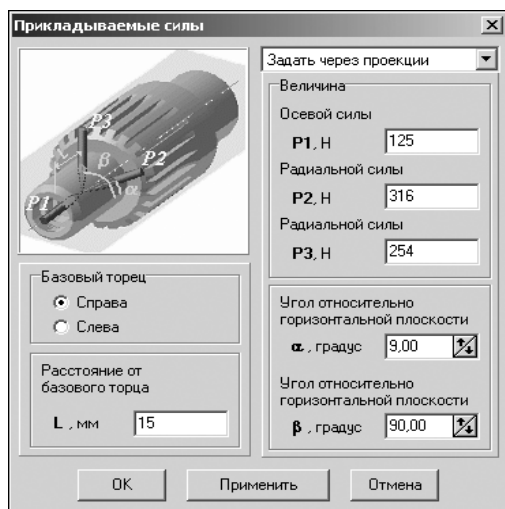
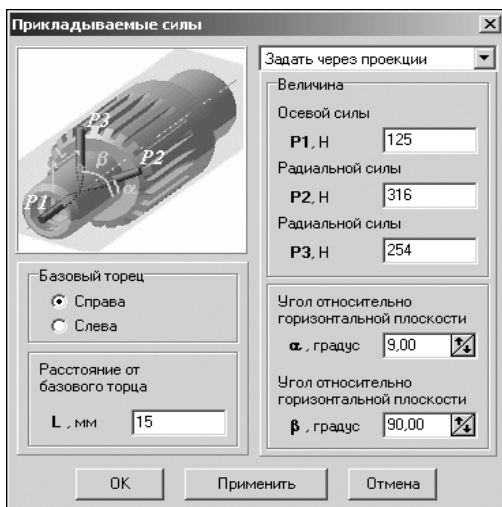

Рис. 6.1.
Рис. 6.2.
Чтобы приложить к активной ступени вала радиальные и (или) осевые нагрузки, щелкните левой клавишей мыши кнопку вызова меню сил и моментов (см. рис. 2.2 на с. 19). В развернутом меню выберите команду **Радиальные и осевые силы**. На экране появится окно **Прикладываемые силы** (рис. 6.1).
1. Чтобы задать нагрузку через проекции, нажмите кнопку с черным треугольником, расположенную в правой верхней части окна **Прикладываемые силы** (рис. 6.1). Из раскрывшегося списка выберите строку **Задать через проекции**.
1. Чтобы задать нагрузку через вектор сил, нажмите кнопку с черным треугольником, расположенную в правой верхней части окна **Прикладываемые силы** (рис. 6.1). Из раскрывшегося списка выберите строку **Задать через вектор**. Окно **Прикладываемые силы** изменит свой вид и будет выглядеть так, как показано на рис. 6.2.